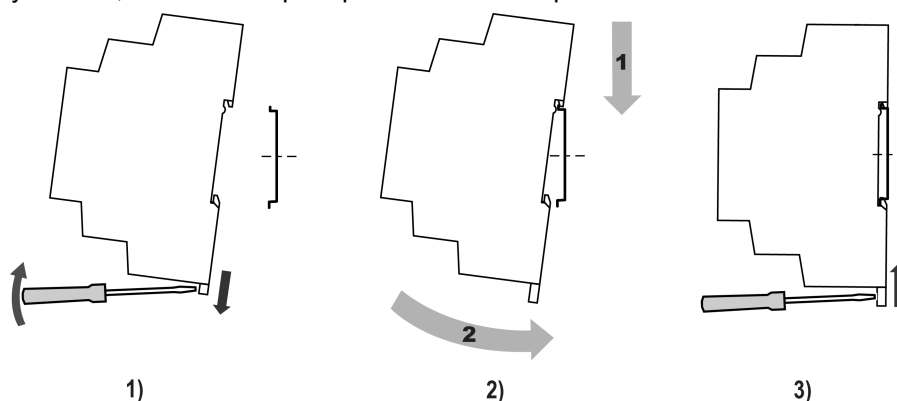

Рисунок 4.2 – Монтаж прибора
2. Вставив отвертку в проушину, оттянуть защелку (см. рисунок 4.2, 1). Прибор установить на DIN-рейку.
3. Прибор прижать к DIN-рейке (см. рисунок 4.2, 2, стрелки 1 и 2). Отверткой вернуть защелку в исходное положение.